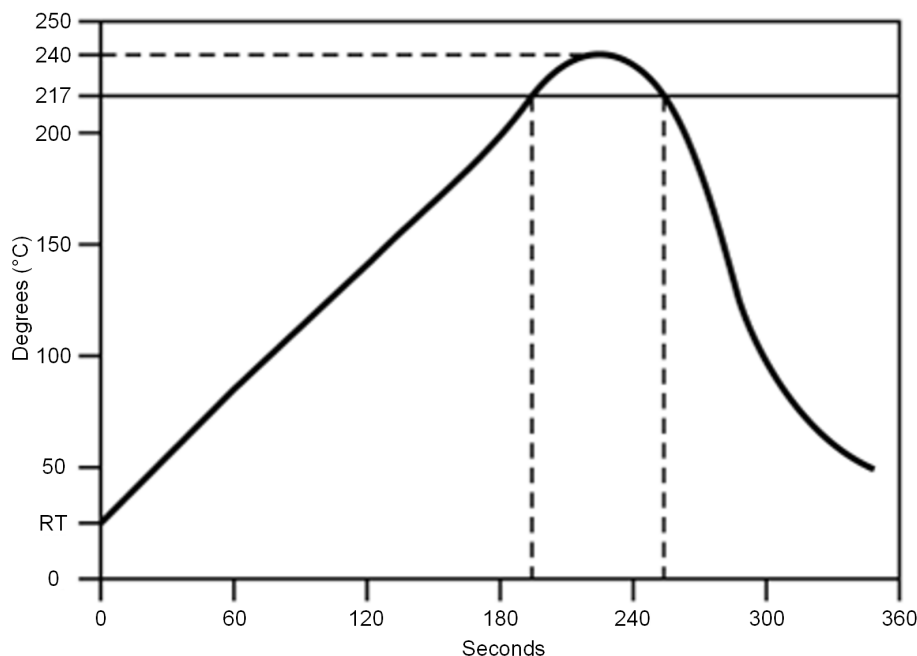

图 10-1. 用于评估元件（焊点处）焊料耐热性的温度曲线
- 温度测量：在焊接部分使用热电偶 $d = 0.1\text{mm}$ 至 0.2mm CA (K) 或 CC (T)，或等效方法
- 允许的回流焊次数：根据回流焊曲线为两次（请参阅图 10-1）
- 温度曲线：根据温度曲线进行回流焊（请参阅图 10-1）